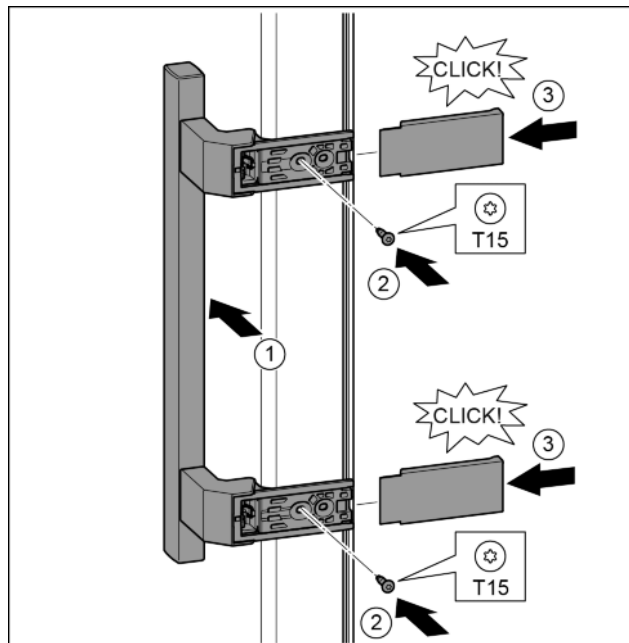

Fig. 18
- ▶ Nasad'te madlo na protilehlé straně. Fig. 18 (1)
- ▶ Šroubovákem T15 pevně utáhněte šrouby. Fig. 18 (2)
- ▶ Kryty bočně nasad'te a nasuňte. Fig. 18 (3)